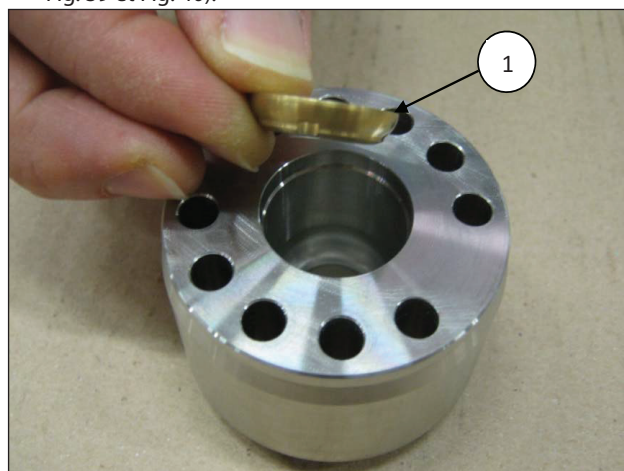
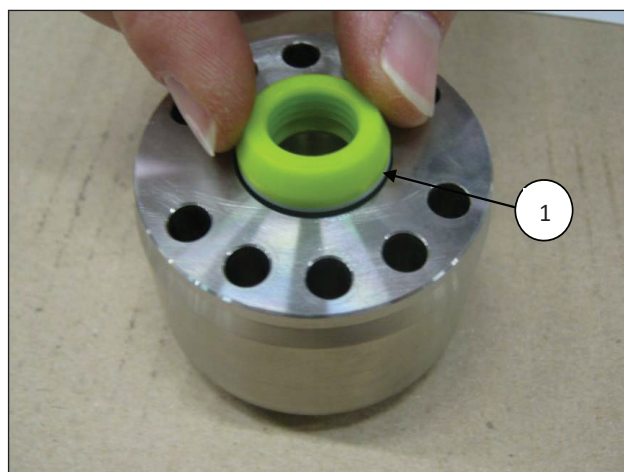
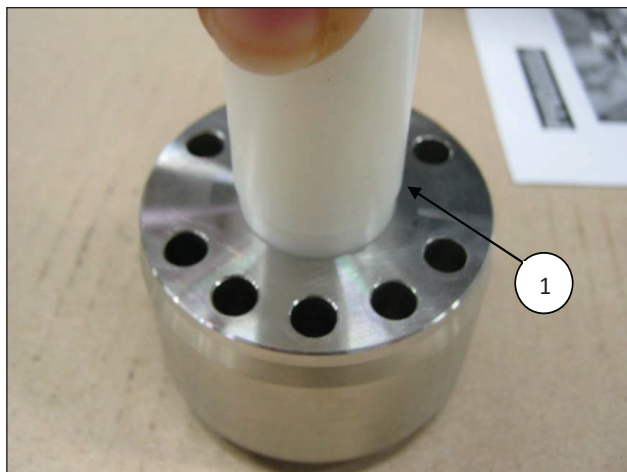

Fig. 38
Fig. 39
Fig. 40
- Introduire dans le support de joints H.P. le joint de tête (rep. ①, Fig. 38) puis l'empilement de joints H.P. (haute pression) ; vu la légère interférence entre le joint et le support de joints H.P., pour éviter tout dommage, il est conseillé d'utiliser un tampon en matière plastique (rep. ①, Fig. 39 et Fig. 40).
Installer le joint H.P. dans le support comme décrit Fig. 39 et Fig. 41.